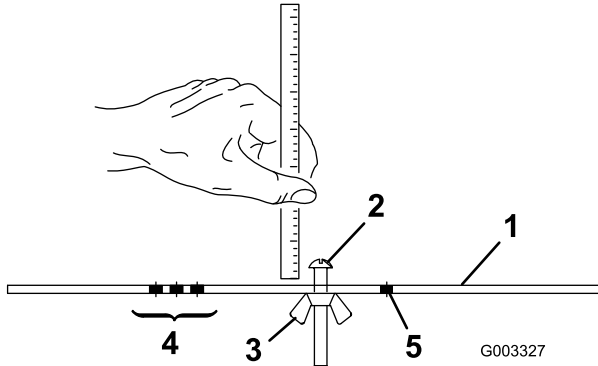

图 16
2. 松开调刀尺上的螺母 图 16 并将调节螺栓设定为所需的剪草高度。